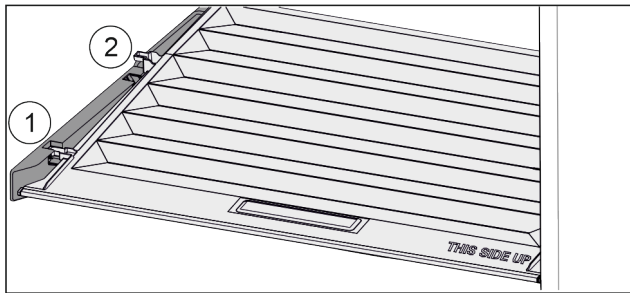

Fig. 32
- ▶ Arrastre hacia adelante Fig. 32 (1) la tapa hasta la abertura en las piezas de soporte.
- ▶ Levántela de la parte trasera desde abajo y quítela Fig. 32 (2) hacia arriba.